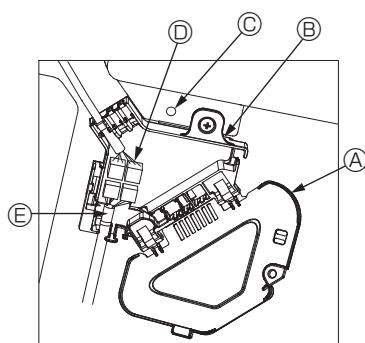

Fig. 5-9
- Im Anschlusskasten das Verbindungskabel für den Klappenmotor des Gitters und das Kabel für den Klappenmotor suchen und die Kabel anschließen. (Fig. 5-9)